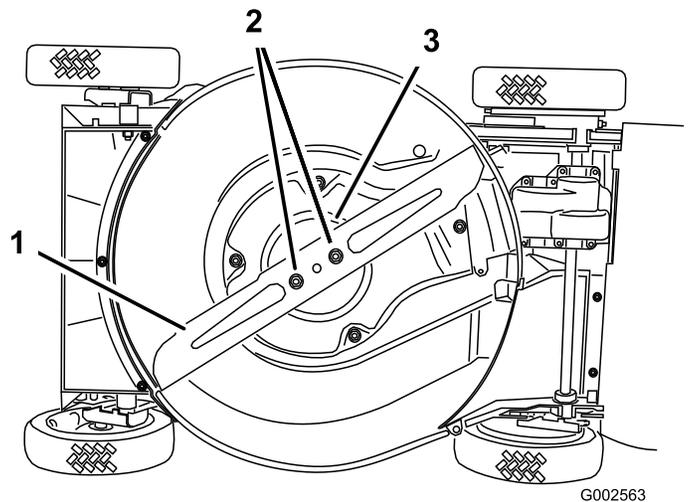

Bild 30
4. Kippen Sie den Rasenmäher auf die **rechte** Seite (Bild 30).
Fassen Sie das Ende des Messers mit einem dicken Handschuh an oder wickeln Sie einen Lappen um das Messer. Entfernen Sie die Messermuttern, die Antiskalpiekuppe und das Messer (Bild 30).
5. Entfernen Sie die zwei Messermuttern, die Antiskalpierkuppe und das Messer (Bild 30).